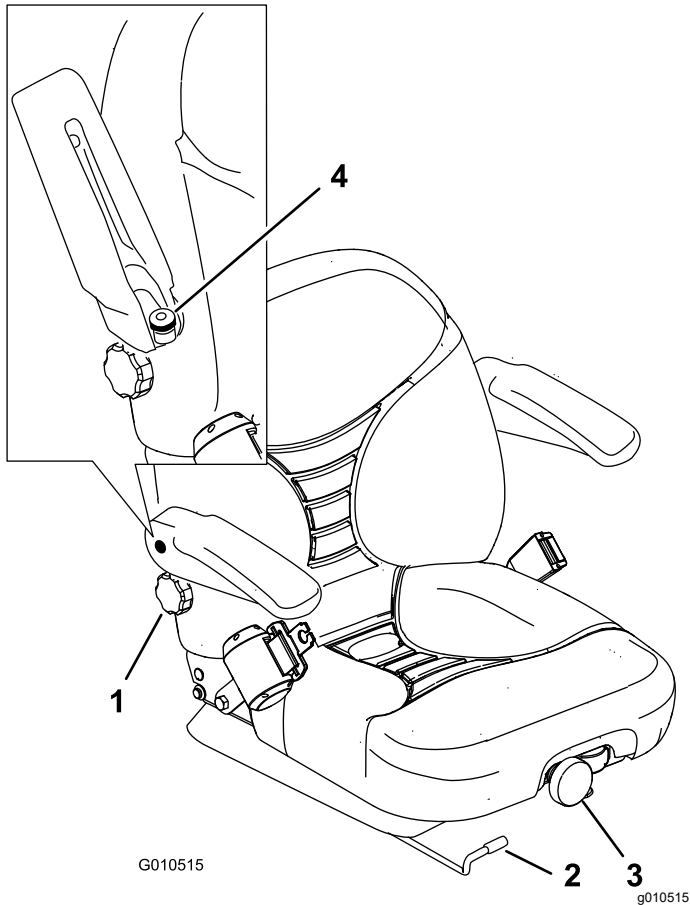

图 33
1. 横向移动控制杆打开座椅的锁定图 33。
要调整座椅可向任一方向旋转前旋钮以提供最佳的舒适度图 33。
要调整座椅靠背可向任一方向旋转旋钮在右扶手下方以提供最佳的舒适性图 33。
提起扶手并向任一方向旋动旋钮以提供最佳的舒适性(图 33)。